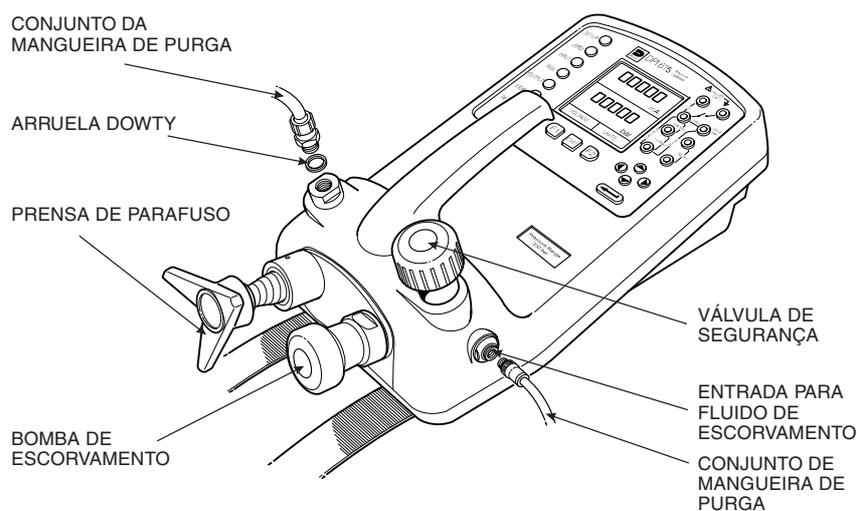

Figura A1 - Conexões do DPI 615 HC
Esta versão do DPI 615 proporciona geração manual de pressão hidráulica e consiste em uma prensa de parafuso com uma bomba de escorvamento e válvula de segurança, conforme mostrado abaixo. As conexões da tubulação de purga são também mostradas na Figura A1.
- ❑ Ajuste a conexão da tubulação de purga à porta de escorvamento utilizando vedação adesiva conforme mostrado na Figura A1.